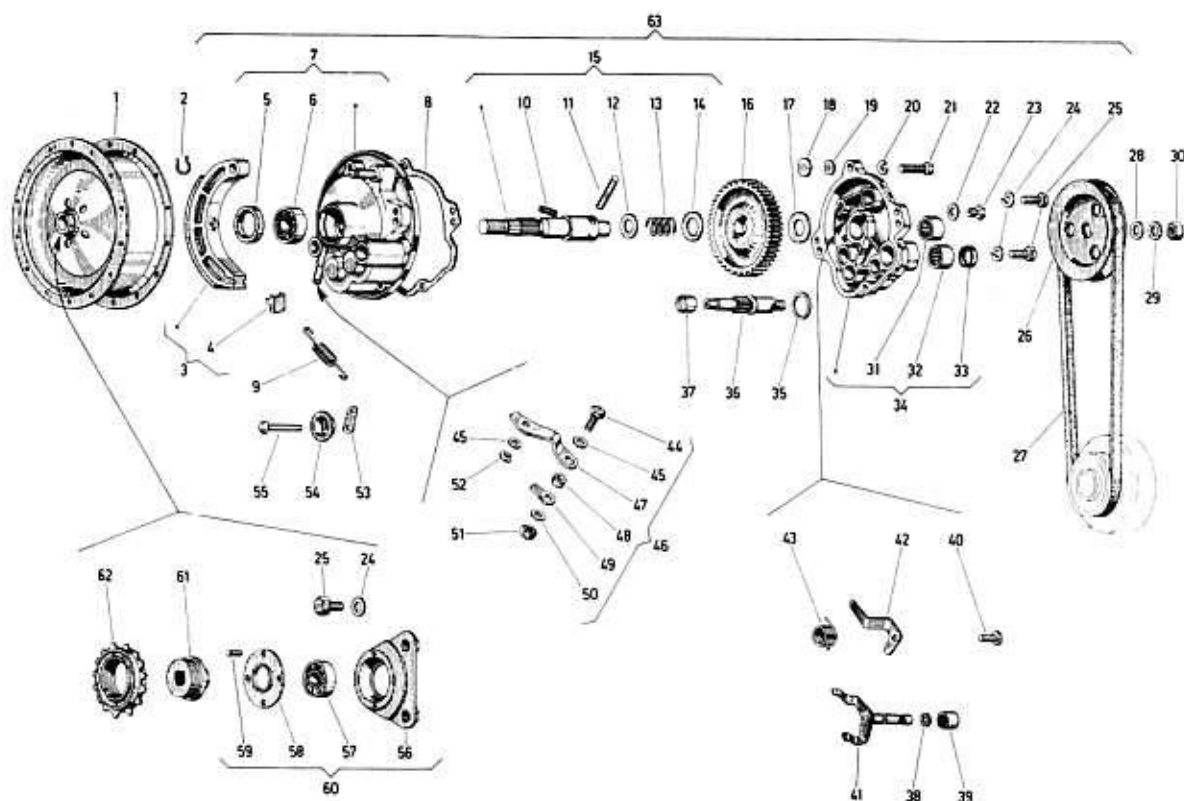

Bild 54 Hinterradnabe – Eingangsmo­delle
- Um Zugang zur Antriebseinheit in der Hinterradnabe zu erhalten, muss zuerst das Hinterrad ausgebaut werden (Bild 54).